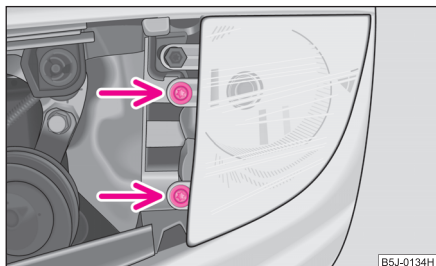

Abb. 177 Ausbau der Glühlampe des Nebelscheinwerfers
- Die Schrauben ⇒ Abb. 177 herausdrehen und den Nebelscheinwerfer herausnehmen.
- Drehen Sie die Schrauben ein ⇒ Abb. 177 und setzen Sie das Gitter wieder ein ⇒ Seite 205. ■